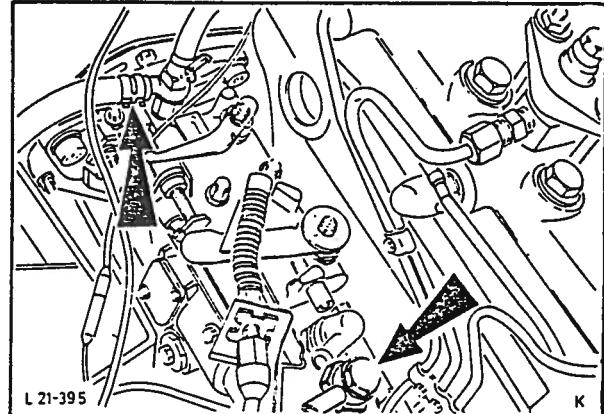

Fig. 28 Skru brennstoffrørene til innsprøytningspumpe.
26. Fest lavtrykksslangen til vakuumpumpen. Monter brennstoffrør og returrør til innsprøytningspumpe, fig. 28.